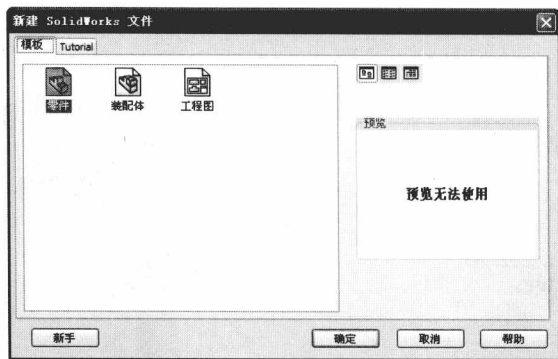

图 1-4 【新建 SolidWorks 文件】对话框
(1) 启动 SolidWorks 2009 软件。单击工具栏中的【新建】按钮，系统弹出【新建 SolidWorks 文件】对话框，在【模板】选项卡中选择【零件】选项，如图 1-4 所示。单击【确定】按钮。